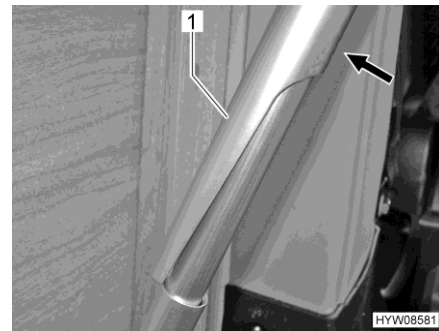

Bild 48 Stützfuß (entriegelt)
- Oberen Teil des Tischfußes (Bild 48,1) zur Außenwand drücken (Bild 48).